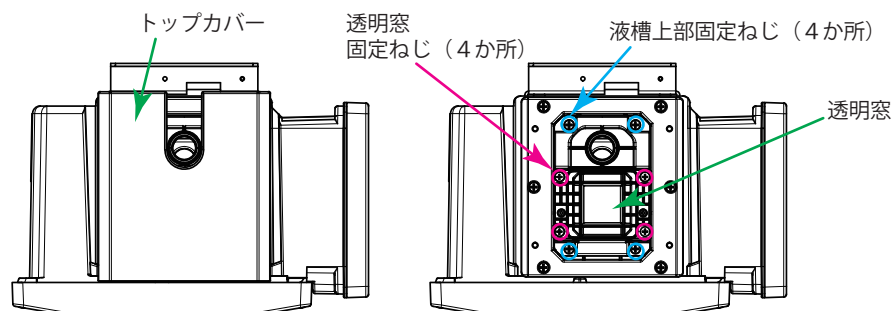

図8.15 トップカバー、透明窓、液槽上部の取り外し
1. 液槽上部のトップカバーを取り外します。ねじ 4 か所をゆるめ、透明窓を取り外します。ねじ 4 か所をゆるめ、液槽上部を取り外します（図 8.15 参照）。